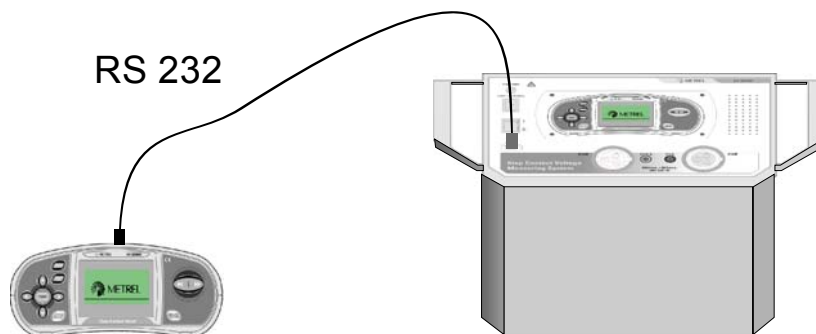

Fig. 7.8. Conexión de los instrumentos durante la sincronización
- Para ver en un ordenador los resultados de la resistencia de tierra o de la resistencia de tierra específica almacenados, éstos se deben descargar antes al Medidor. To download the results select Earth results in Synchronize menu. After the results are downloaded the stored data in the Station will be automatically deleted. For connection of the instruments see *Figure 7.8*.